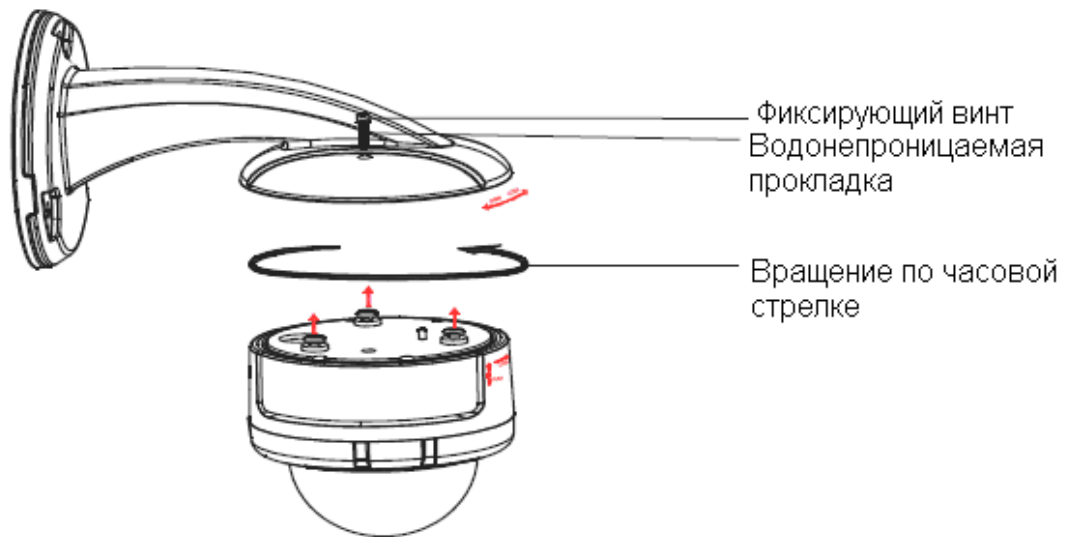

Рис. 1.2-1
- Камера крепится к кронштейну тремя винтами. Для монтажа камеры необходимо вставить винты в соответствующие отверстия кронштейна, повернуть корпус по часовой стрелке и зафиксировать винтом (См. рис. 1.2-1).